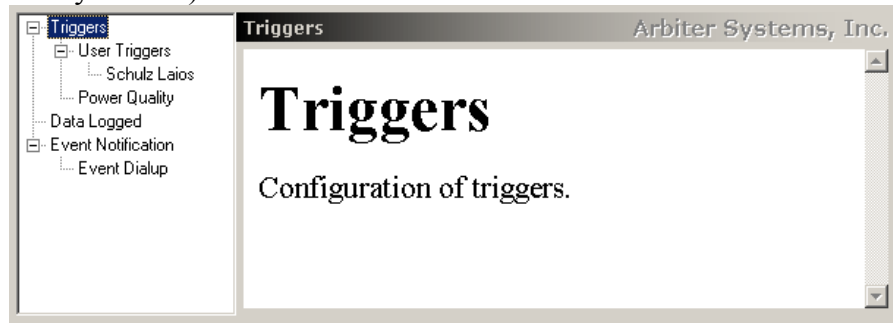
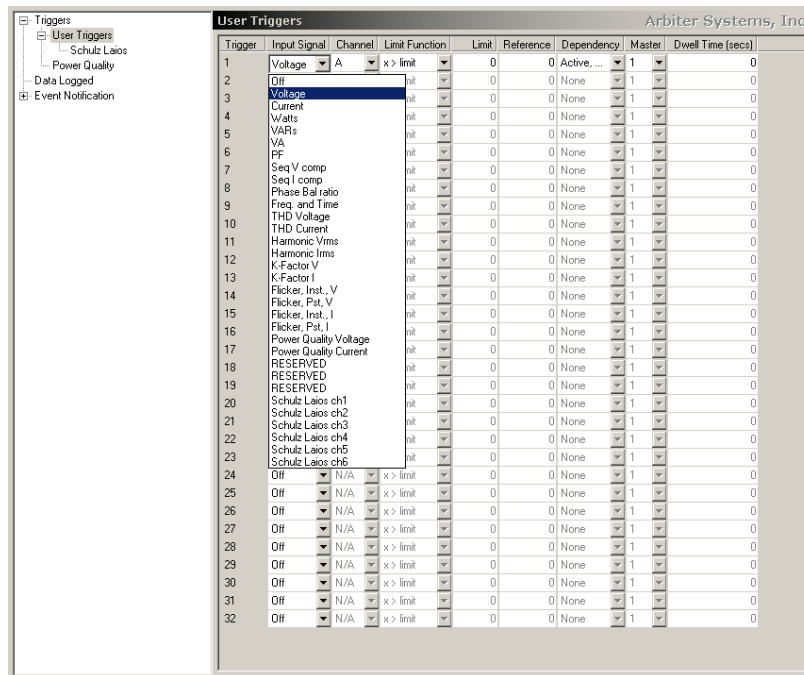

Рисунок 44
Рисунок 45
кнопку  Configure trigger parameters (конфигурация параметров уставки) на панели конфигурации, и из предложенных в диалоговом окне, рисунок 44, выберите User Triggers (пользовательские уставки)
кнопку  Configure trigger parameters (конфигурация параметров уставки) на панели конфигурации, и из предложенных в диалоговом окне, рисунок 44, выберите User Triggers (уставки пользователя), в диалоговом окне, рисунок 45, задайте параметры для всех или некоторых уставок.
- Input Signal – входные сигналы – содержит перечень измеряемых сигналов и параметров, рисунок 45, по которым необходимо задать ограничения, необходимо выбрать хотя бы один сигнал;